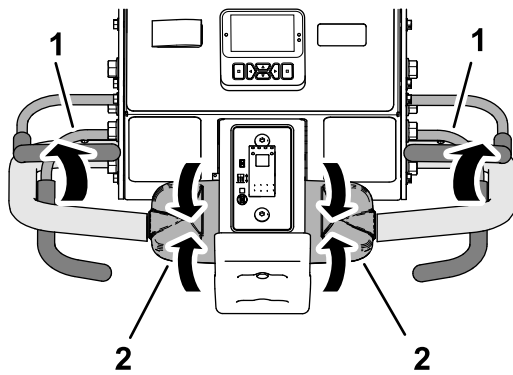

Figura 91
1. Suelte el control de tracción y deje que se desplace a la posición de PUNTO MUERTO, y suelte la barra de control de presencia del operador (Figura 91).